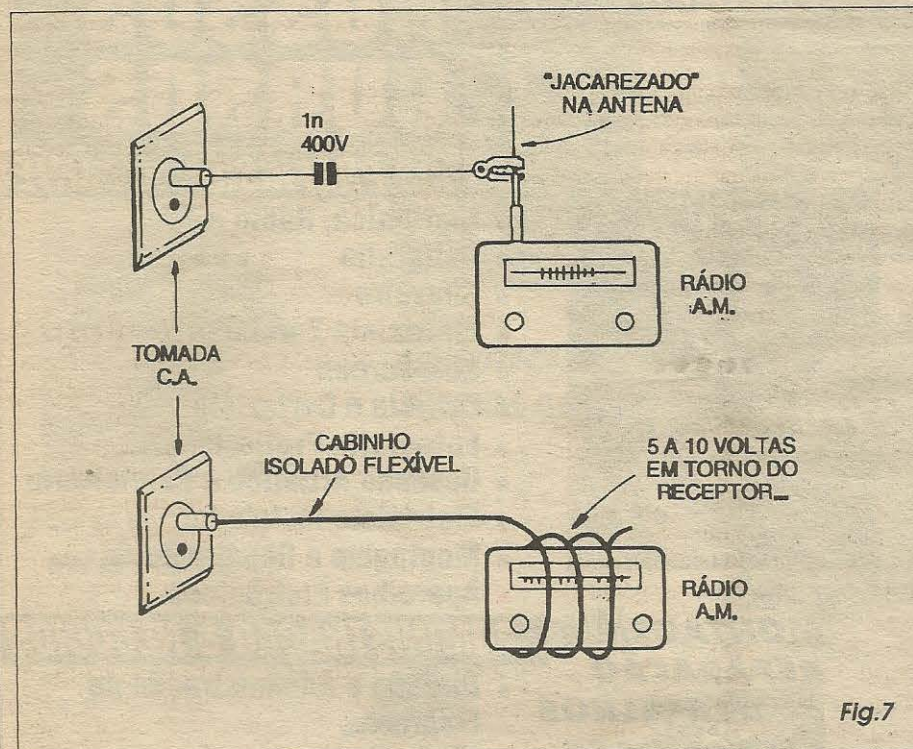

Fig.7
- FIG. 7 - RECEBENDO OS SINAIS DO ESPACA, LÁ NA OUTRA PONTA
Estabelecida uma das condições de acoplamento sugeridas na FIG. 7, basta manter o circuito do ESPACA ligado, ligar também o rádio e sintonizá-lo no ponto pré ajustado de sintonia (conforme anteriormente descrito...). Eventualmente algum *retoque* na sintonia precisará ser feito, ou apenas no rádio, ou também com a ajuda do capacitor variável do ESPACA, de modo a garantir um sinal claro e bastante inteligível... O potenciômetro de *volume* (e o de *tonalidade* se existir...) do rádio deverá ser ajustado em ponto que proporcione confortável audição... A sensibilidade geral do *link* é muito boa, e tudo o que se falar (mesmo em voz baixa...) no ambiente monitorado pelo ESPACA deverá ser claramente ouvido no rádio, lá onde se posicionar o *xereta* ...!
Alguns receptores de rádio mais modernos, super-sensíveis, poderão até captar os sinais emitidos pelo ESPACA por simples aproximação de uma tomada de C.A. sem que se verifique a necessidade de ligação direta ou indireta, conforme já indicado nos diagramas da FIG. 7...!